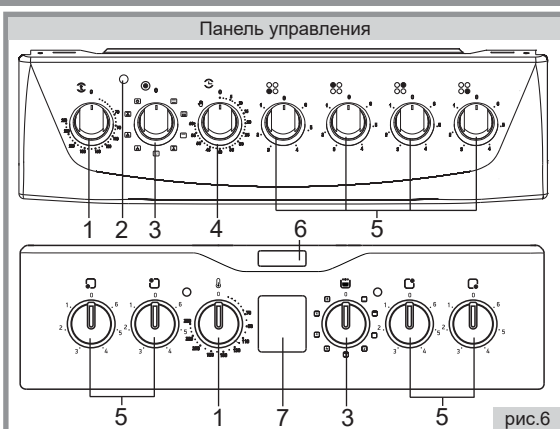

рис.6
■ На рисунке панели управления (рис.6) присутствуют элементы комфортности, которые могут присутствовать на панелях различных моделей плит. Для Вашей плиты перечень элементов комфортности указан в таблице комфортности моделей плит на обложке настоящего руководства.
- Установка рабочей температуры в жарочном шкафу обеспечивается терморегулятором, который задает необходимую температуру (рис.6). Значения температур указаны на панели управления и являются ориентировочными, могут колебаться в пределах $\pm 15^{\circ}\text{C}$.